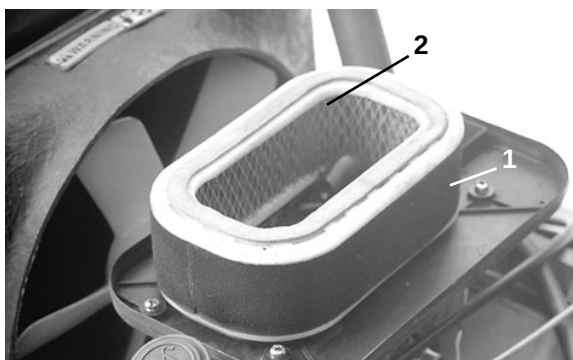

Fig. 20
2. Se l'elemento in espanso (Fig. 20) fosse sporco, toglierlo dall'elemento di carta e pulirlo accuratamente.